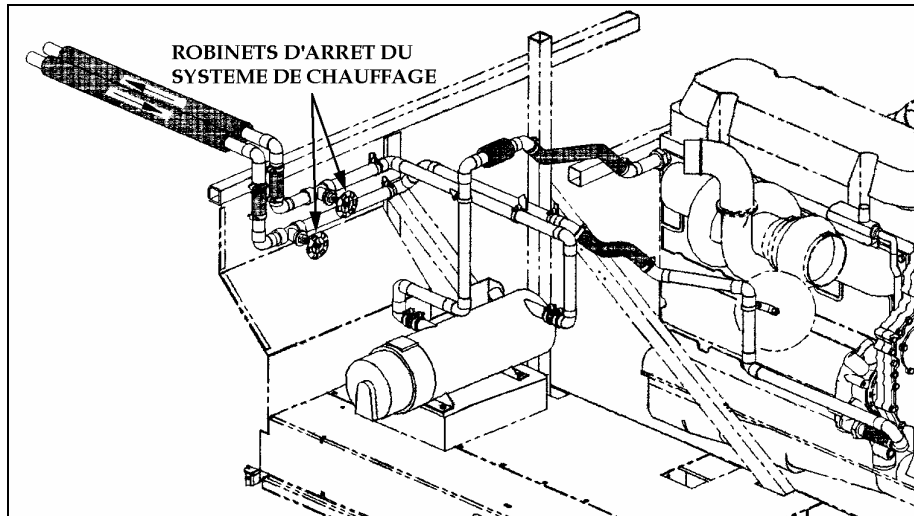

FIGURE 3: ROBINETS D'ARRÊT DU SYSTEME DE CHAUFFAGE SUR UN AUTOCAR (TYP.)
**AUTOCARS XL2-45** : Les deux robinets sont situés dans le compartiment moteur, derrière le panneau du garde-boue (derrière la roue gauche de l'essieu porteur) (Fig. 3).